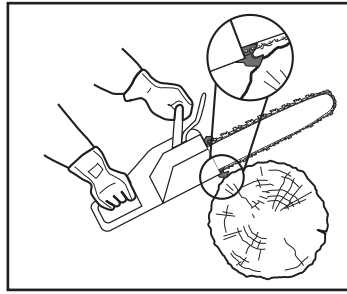

Fig. 24
5. Asigură-te că lanțul de fierăstrău (3) rulează la viteza maximă înainte de a intra în contact cu lemnul. Folosește opritorul dințat (17) pentru a fixa produsul pe lemn înainte de a începe să tai, asigurând astfel un punct de sprijin în timpul tăierii (Fig. 24).